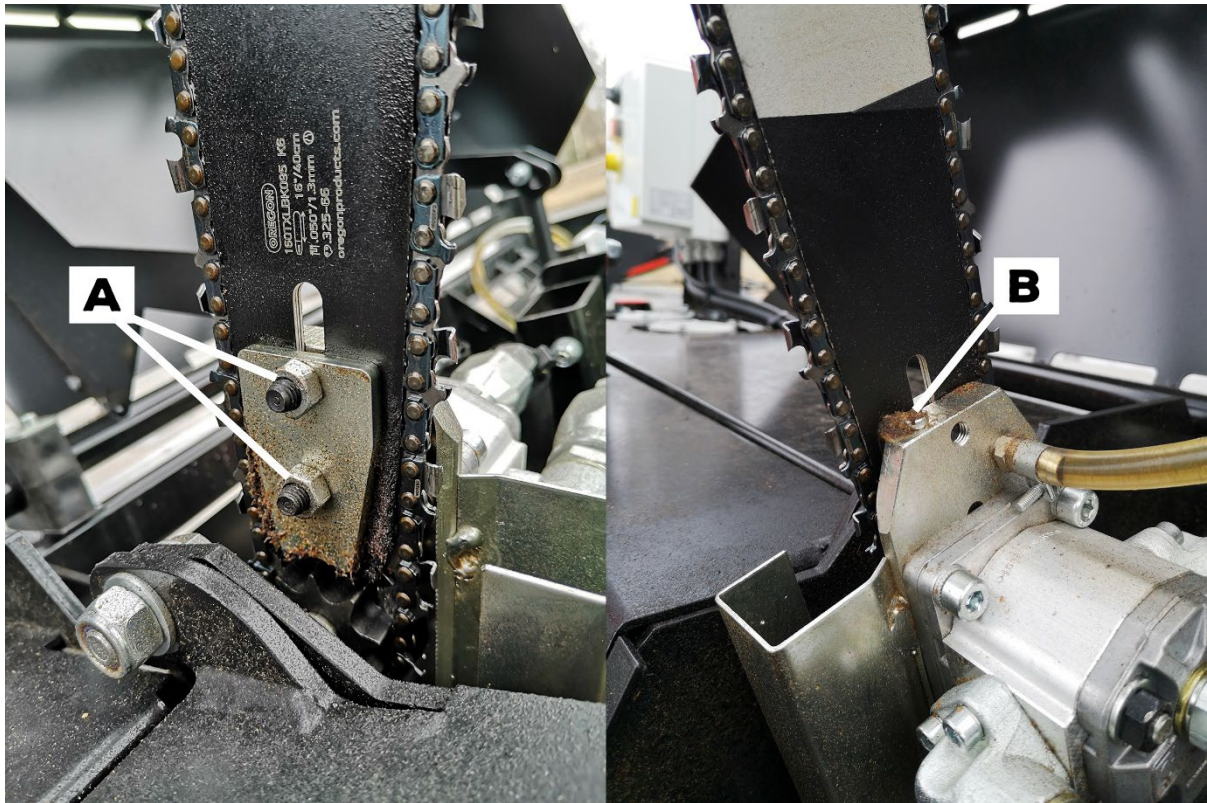

Abbildung 34
- 2 Lösen Sie die Befestigungsmuttern für das Sägeschwert (13-mm-Schlüssel). Abb. 34 A.
- 3 Lösen Sie die Schraube zum Festziehen des Sägeschwerts. Abb. 34 B.